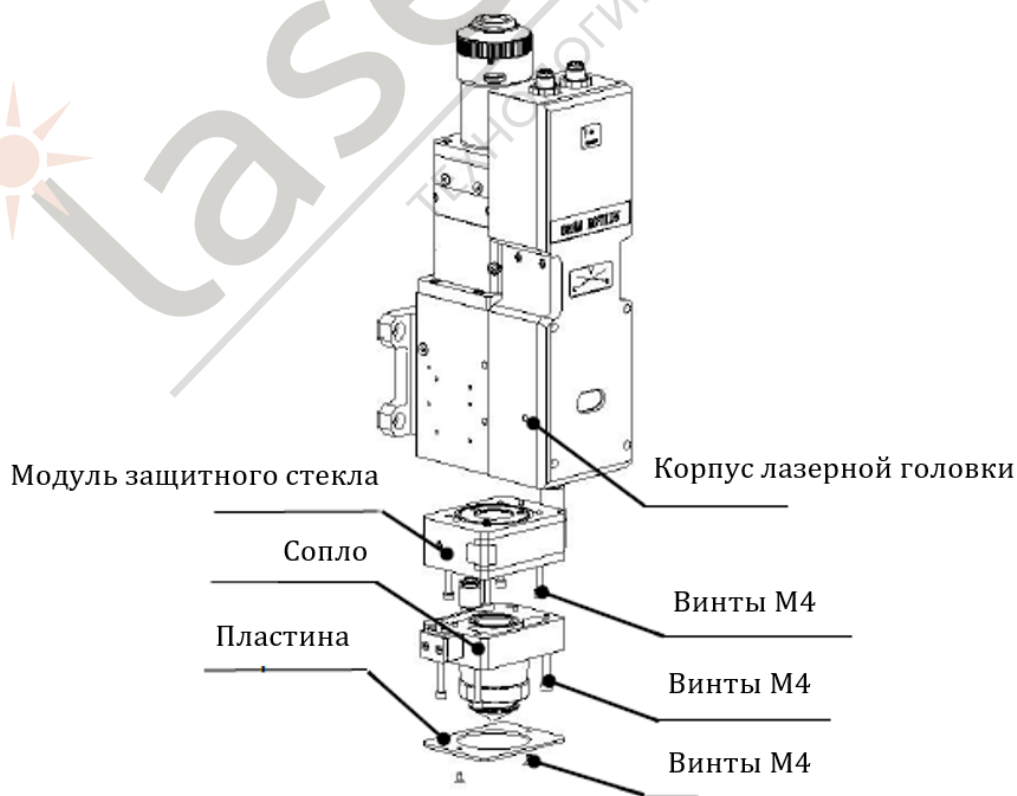

Рисунок 6.5 – Снятие модуля защитного стекла и сопла
- Соберите лазерную головку обратно (рис. 6.5), затяните винты;